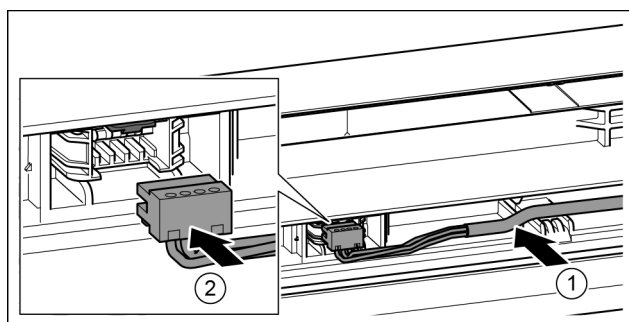

Fig. 43
- ▶ Вставте сірий кабель в направляючу в верхніх дверцятах. *Fig. 43 (1)*
- ▶ Зафіксуйте штекер. *Fig. 43 (2)*